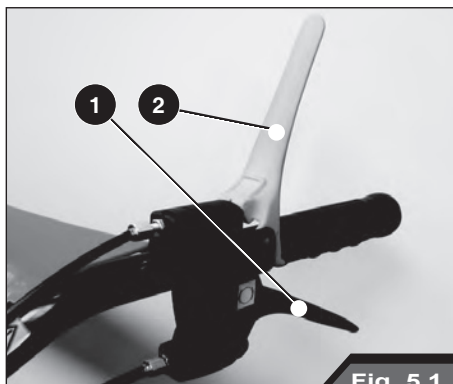

Fig. 5.1
- vérifiez que les leviers d'avancement de la machine et d'embrayage du rotor à couteaux sont en position verticale (Fig. 5.1)